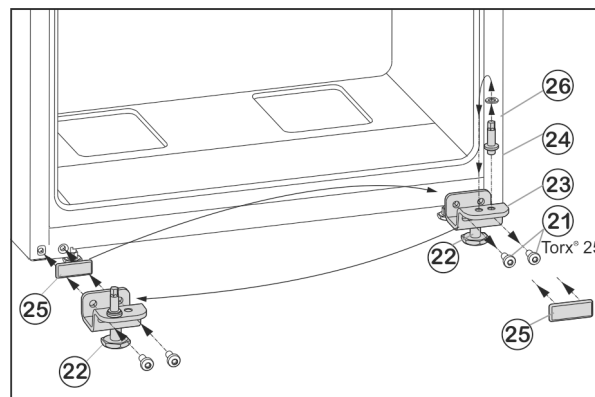

Fig. 9
- ▶ Upevňovací šrouby Fig. 9 (21) odšroubujte.
- ▶ Vyměňte spodní stojan ložiska Fig. 9 (23) i s ložiskovým čepem Fig. 9 (24), podložkou Fig. 9 (26) a seřizovací nožkou Fig. 9 (22).
- ▶ Ložiskový čep Fig. 9 (24) kompletně odšroubujte i s podložkou Fig. 9 (26), přemístěte do protilehlého upínacího otvoru stojanu ložiska a opět přišroubujte.
- ▶ Krycí desku Fig. 9 (25) opatrně sejměte a přemístěte ji na protější stranu.
- ▶ Dolní stojan ložiska Fig. 9 (23) opět kompletně, i s ložiskovým čepem Fig. 9 (24), podložkou Fig. 9 (26) a seřizovací nožkou Fig. 9 (22), případně s pomocí akumulátorového šroubováku silou (4 Nm) našroubujte na nové straně závěsu dveří.
- ▶ Dveře nasadíte shora na ložiskový čep Fig. 9 (24).
- ▶ Seřizovací nožku Fig. 9 (22) na spodním stojanu ložiska Fig. 9 (23) vytáčejte, až dosedne na zem.